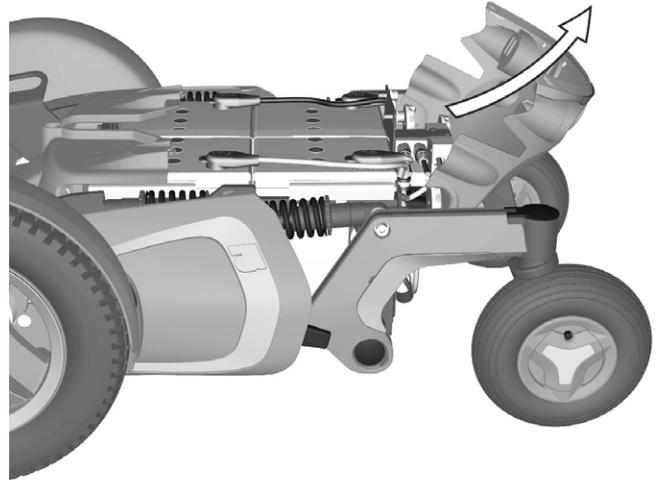

Abbildung 23. * Hintere Fahrgestellabdeckung
- Hintere Abdeckung vom Fahrgestell heben/ziehen. Siehe Abbildung. 23.